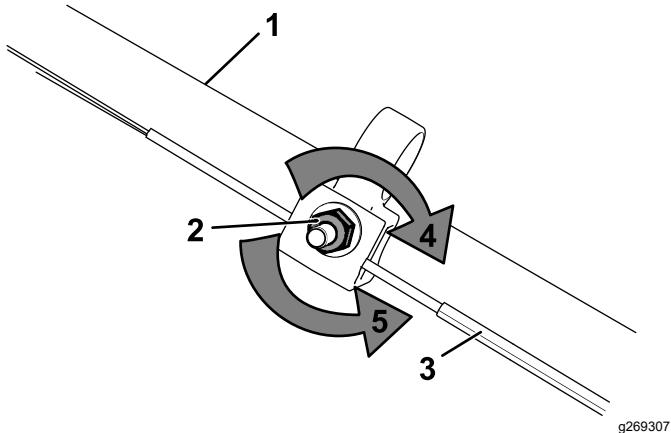

Bild 22
1. Drehen Sie die Einstellmutter nach links, um die Seileinstellung zu lösen (Bild 22).
2. Stellen Sie die Spannung des Seils (Bild 22) ein, indem Sie ihn zurückziehen oder nach vorne drücken und dann in dieser Stellung arretieren.